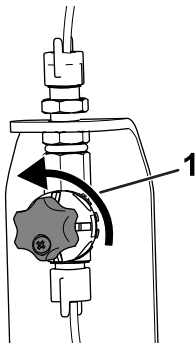

Figura 23
5. La primera vez que utilice el sistema, abra la válvula de ajuste de densidad de la espuma entre 1/8 y 1/4 vuelta en sentido antihorario (Figura 23).